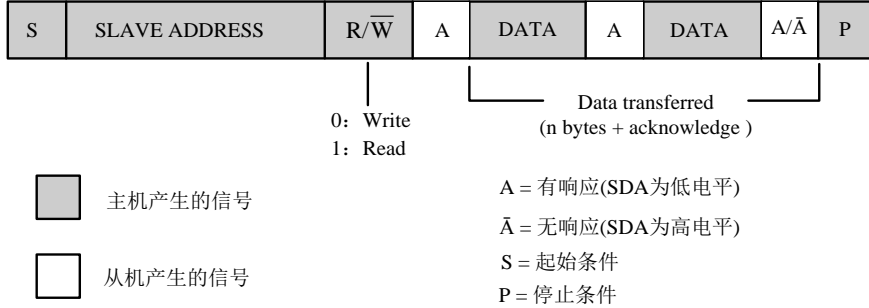

图 6.5 主机发送器用 7 位地址寻址从机接收器 (传输方向不变)
- “主机发送器”发送到“从机接收器”，传输的方向不会改变（如图 6.5 所示）。